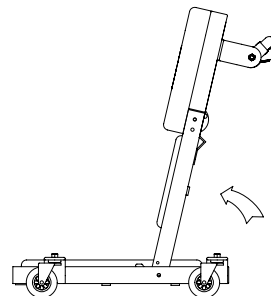

Figure 7 - Configuration à siège abaissé
1. Repérez et déverrouillez la goupille à ressort de la section du milieu en tirant sur elle jusqu'à ce qu'elle se libère. Ensuite, faites pivoter le bâti de tête et le bâti médian vers le haut tel qu'illustré à la figure 7 jusqu'à ce que la goupille de verrouillage puisse entrer dans le trou de la plaque de verrouillage du siège du chariot (assurez-vous que la goupille est entrée complètement). Il s'agit de la configuration à siège abaissé.